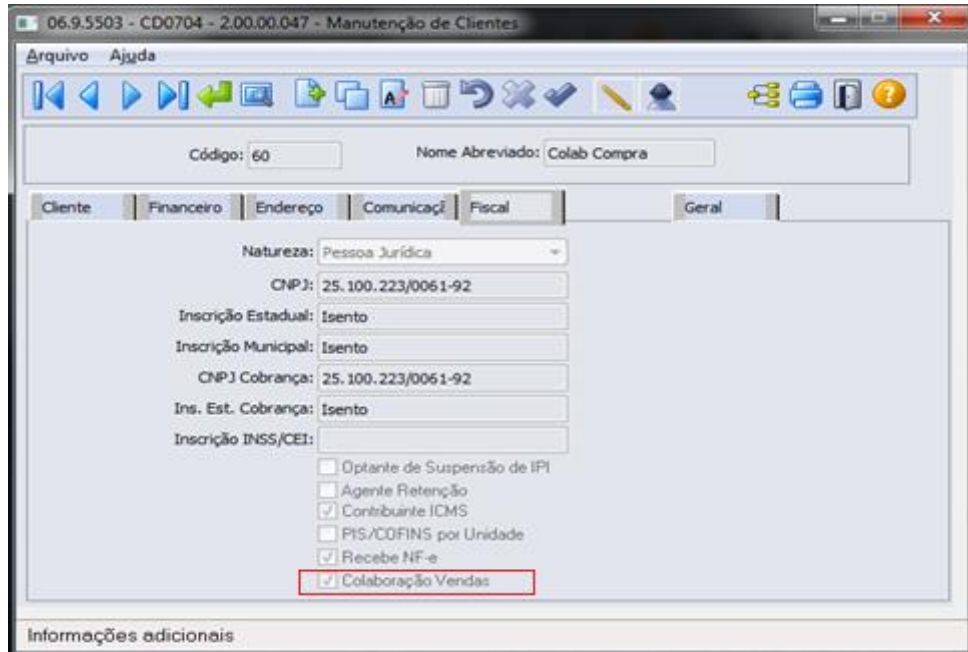

Figura 8 – Manutenção de Clientes – Folder Fiscal
- Manutenção de Clientes (exclusivo para envio de aviso de embarque) – Marcar a opção “Colaboração Vendas” no folder “Fiscal.”, informando ao sistema que o cliente envia mensagem via TOTVS Colaboração, conforme figura 8.